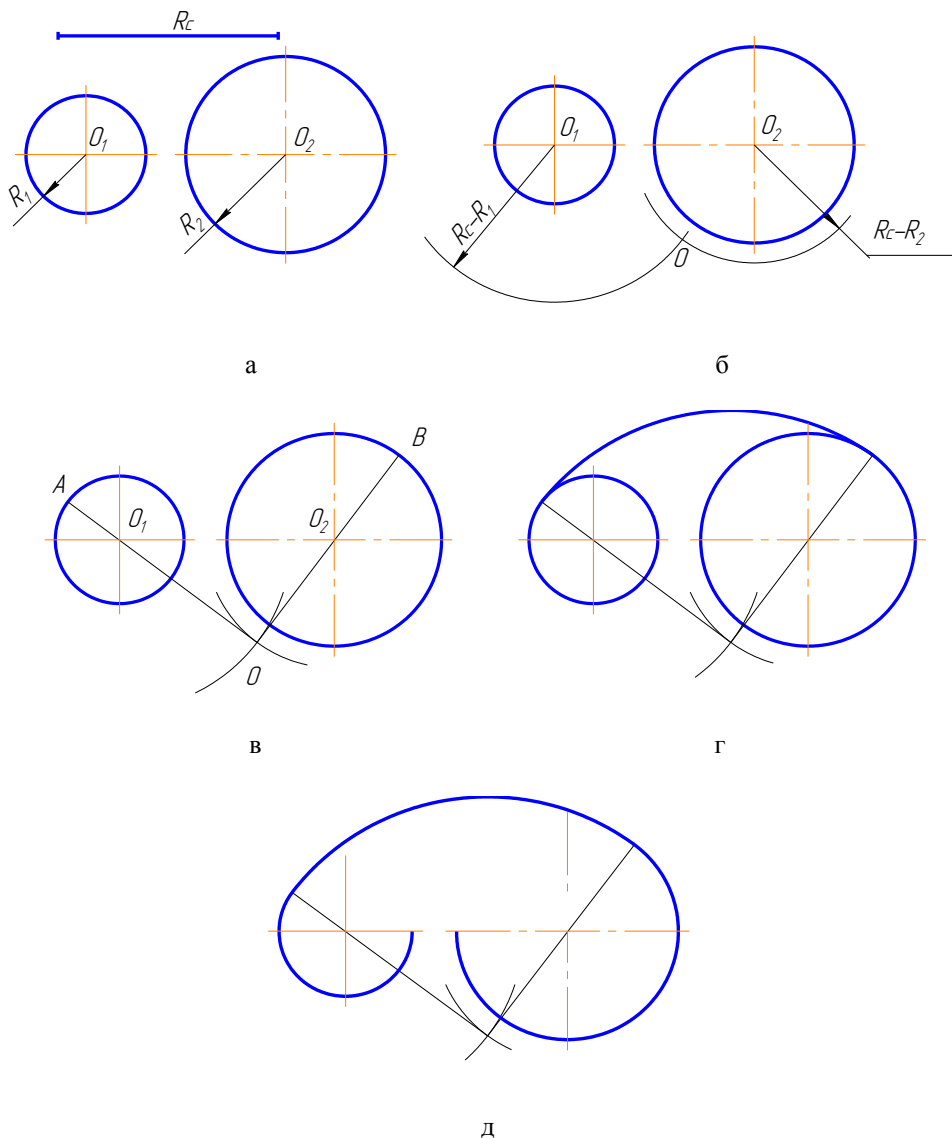

Рисунок 3.14 – Сопряжение окружностей внешней дугой:
Рассмотрим случай когда, заданные окружности находятся внутри сопрягающей дуги (внутреннее сопряжение) (рисунок 3.14).
1. Найти центр сопряжения O (рисунок 3.14 б). Для этого из O_1 и O_2 сделать засечки радиусами, равными разностям: $R_c - R_1$; $R_c - R_2$;
2. Определить точки сопряжения A и B (рисунок 3.14 в). Для этого необходимо соединить точку O с точками O_1 и O_2 и продолжить линию до пересечения с заданными окружностями: OO_1A ; OO_2B .